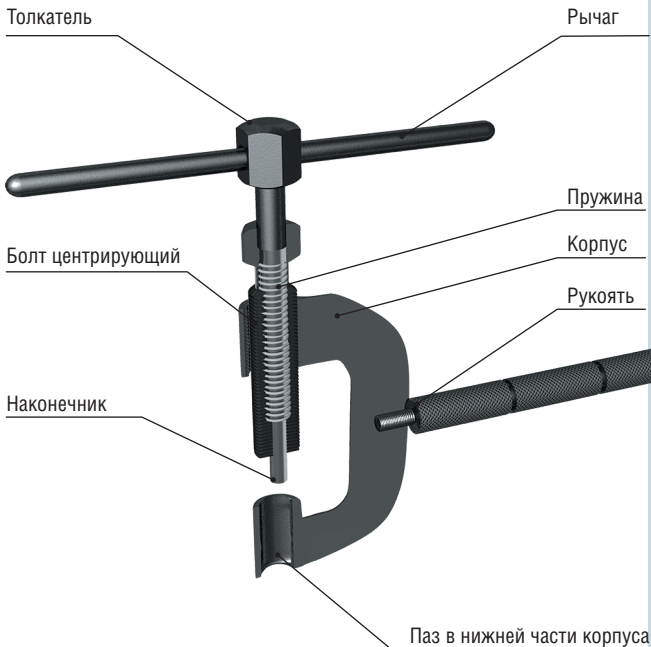

Рисунок 1 - Общее устройство изделия
4. Установите толкатель во внутренний паз центрирующего болта, как показано на рис. 1.
3. Сверху вкрутите резьбовой толкатель (рис. 1).